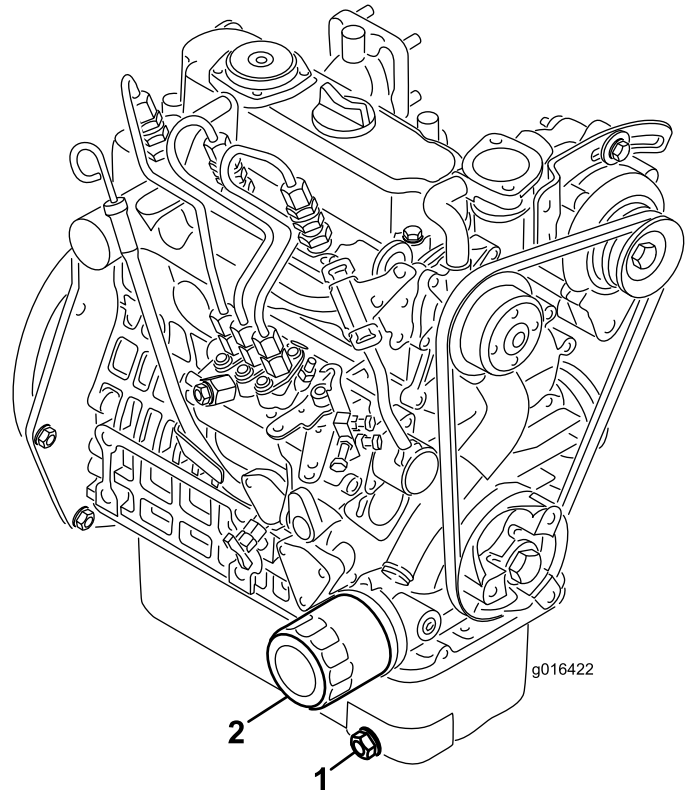

图35
1. 拆下排油塞（图35），让油流入放油盘。油不再流时，安装排油塞。